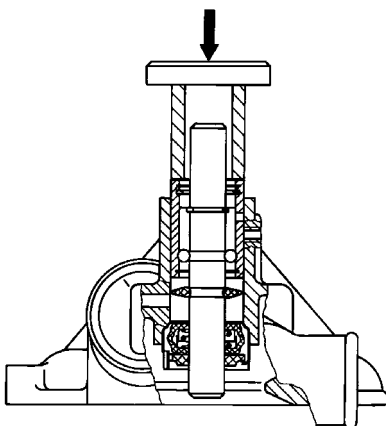

Рисунок 52 – Запрессовка подшипника с
- с помощью оправки запрессовать подшипник с валиком в сборе в корпус так, чтобы гнездо под фиксатор на обойме подшипника совпало с отверстием в корпусе насоса (Рисунок 52);